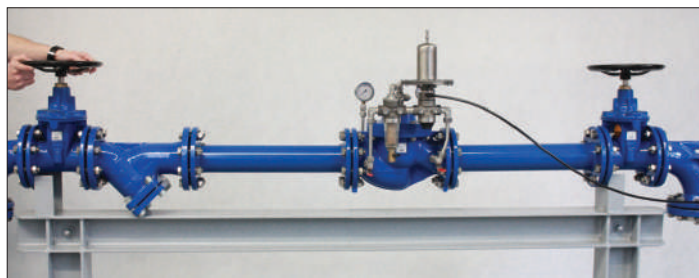

Рис. 33: Частичное открытие запорной арматуры перед РК
5. Заполнить РК водой, медленно и плавно открыв запорную арматуру перед клапаном (напр., клиновую задвижку, как на рис. 33) на 1 – 3 оборота.